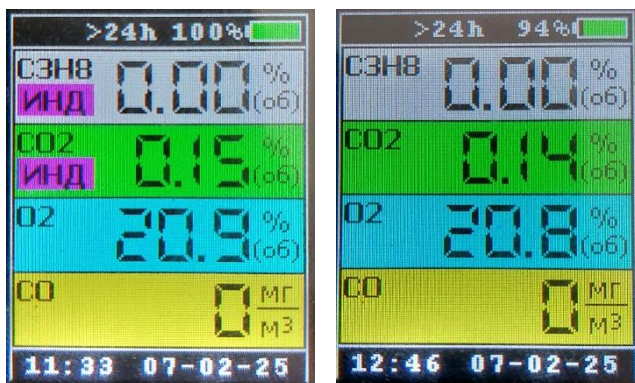

Рисунок 9.3.
9.4.2 После прогрева, газоанализатор переходит в режим измерения концентрации газов. Значение измеренной концентрации отображается в отдельной области дисплея для каждого газа (рисунок 9.3). Выход в режим измерения оптических датчиков определяется моментом исчезновения надписи «ИНД».